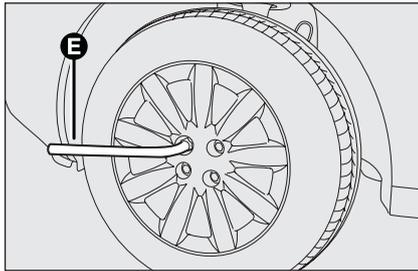

fig. 12
- ❑ desserrer d'environ un tour les boulons de fixation à l'aide de la clé fournie **E- fig. 12** ; pour les voitures équipées de jante en alliage, secouer la voiture pour faciliter le détachement de la jante du moyeu de la roue ;